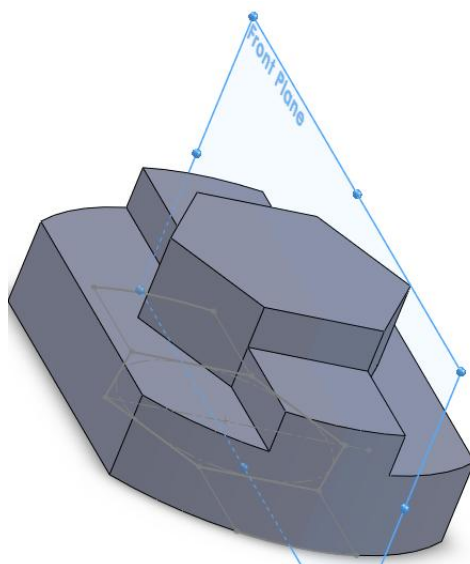

Рис. 3.1.16. Площина симетрії фігури
6. Виберіть площину симетрії фігури, як на рис. 3.1.16. Побудуйте трикутник для створення ребра жорсткості.
Рис. 3.1.16а. Ескіз ребра жорсткості